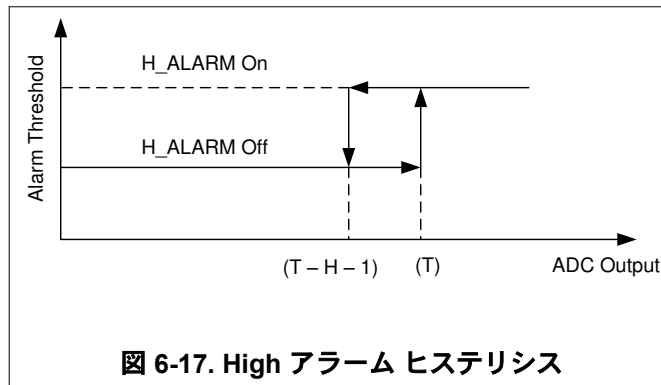

図 6-17. High アラーム ヒステリシス
デジタル出力が **High** アラーム上限値 [**High** アラーム スレッショルド (T)] を超えると、デバイスは入力 **High** アラームを設定します。デジタル出力が **High** アラーム下限値 [**High** アラーム (T) – $H - 1$] を下回ると、アラームはリセットされます。図 6-17 に、この関数を示します。